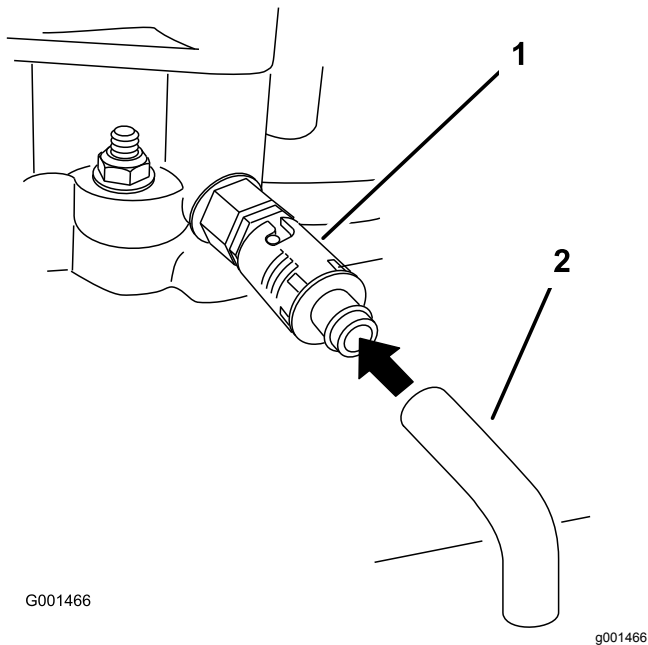

Figura 23
- Gire la válvula de vaciado para que se drene el aceite (Figura 23).
9. Retire el tubo de vaciado (Figura 23).